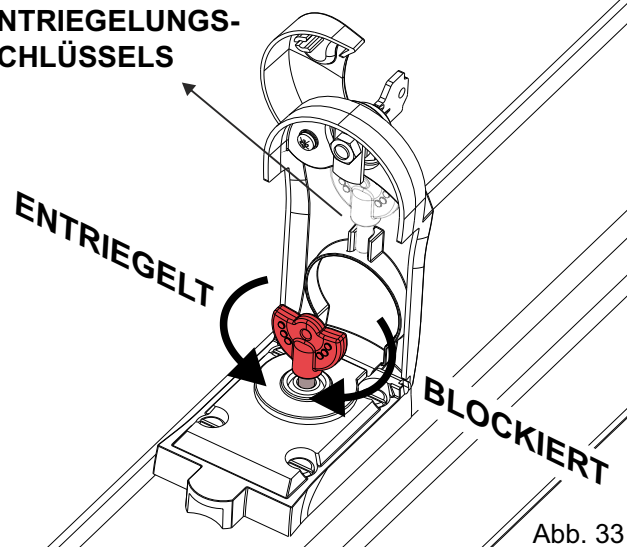

Abb. 33
- Roten Entriegelungsschlüssel einführen und um 90° gegen den Uhrzeigersinn drehen (Abb. 33)
- Den roten Schlüssel bis zur Blockierung im Uhrzeigersinn drehen, danach herausziehen und wieder unter der Klappe unterbringen (Abb. 33)